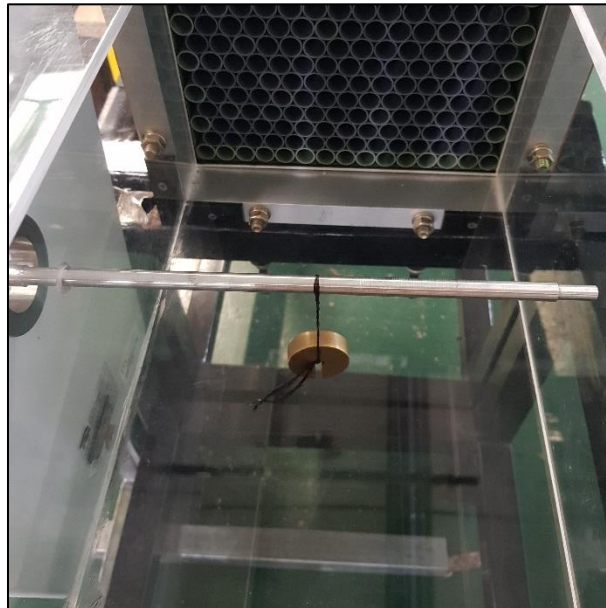

Figura 2. Posición de la pesa en la barra de metal.
- b. Medir y marcar la barra de metal de tal modo que al colocar las pesas no choquen con las paredes del túnel (ver **Figura 2**).